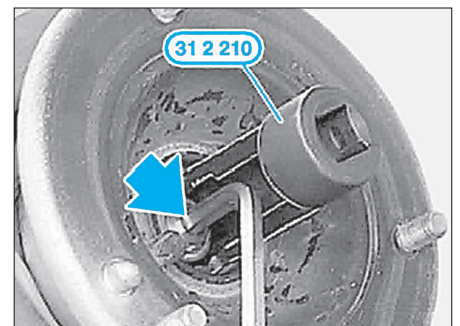

FIG. 22
- Enlever le capuchon puis dévisser l'écrou à l'aide de l'outil 31 2 210 (en maintenant la tige de piston) (Fig.22).